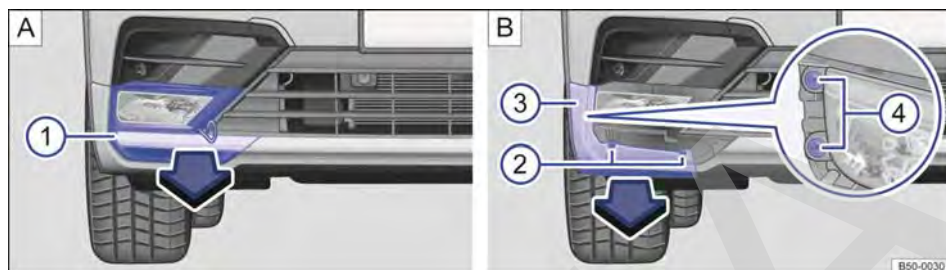

Fig. 215 En el lado derecho del paragolpes delantero R-Line: desmontaje del faro antiniebla.
3. Enganche el gancho de alambre en el orificio que hay en la cubierta debajo del faro antiniebla → fig. 215 [A]. Retire la cubierta tirando hacia delante, en el sentido de la flecha → fig. 215 ① [A].
4. Desenrosque los dos tornillos de fijación ② [B] del embellecedor ③ [B] con el destornillador.
5. Desprenda el embellecedor ③ [B] y retírelo en el sentido de la flecha.
6. Desenrosque los dos tornillos de fijación del faro antiniebla ④ [B] (imagen ampliada) con el destornillador.